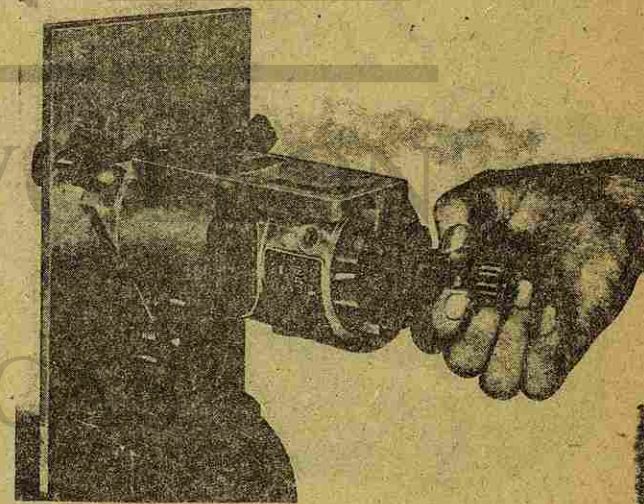

Fig. 29 Desmontaje del conjunto de contrapesos del regulador y del eje de transmisión estriado
- 27. Retire el eje de transmisión estriado junto con el conjunto de contrapesos del regulador (Fig. 29).